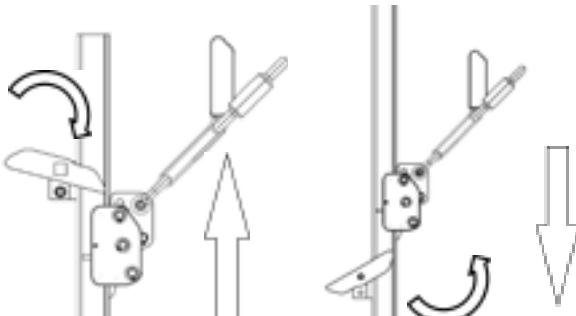

Abb. 18 Ausstieg aus der Steigschutzeinrichtung
1. Aus gesicherter Position den Sicherungsläufer am Schäkel (1) und am Grundkörper (2) halten und den Hebel der Endanschläge entgegen der Wirkrichtung schwenken (Abb. 18), damit der Sicherungsläufer die Position der Endschläge überfahren und aus der Steigschutzschiene geführt werden kann.